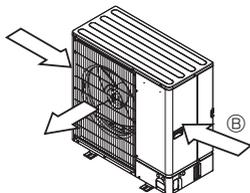

Fig. 2-5
- ③ Položite jedinicu na način da izlaz za zrak puše okomito na smjer sezonskog vjetra ako je moguće. (Fig. 2-5)